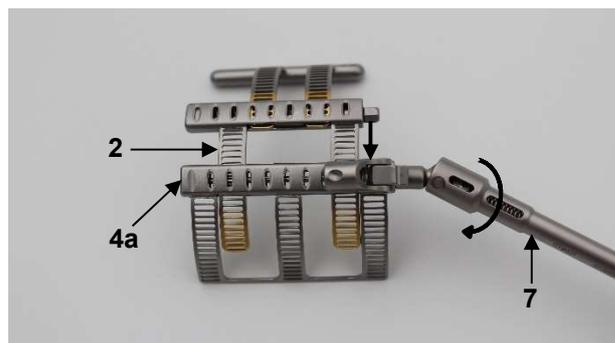

Fig. 4
Per prima cosa ritrarre completamente l'elemento primario (2) utilizzando il Kardan cacciavite LMT-4 (7). A tal fine, ruotare in senso antiorario la vite esagonale esterna del modulo scatola dell'elemento base (4a) con il Kardan cacciavite LMT-4 (7) (Fig. 4).